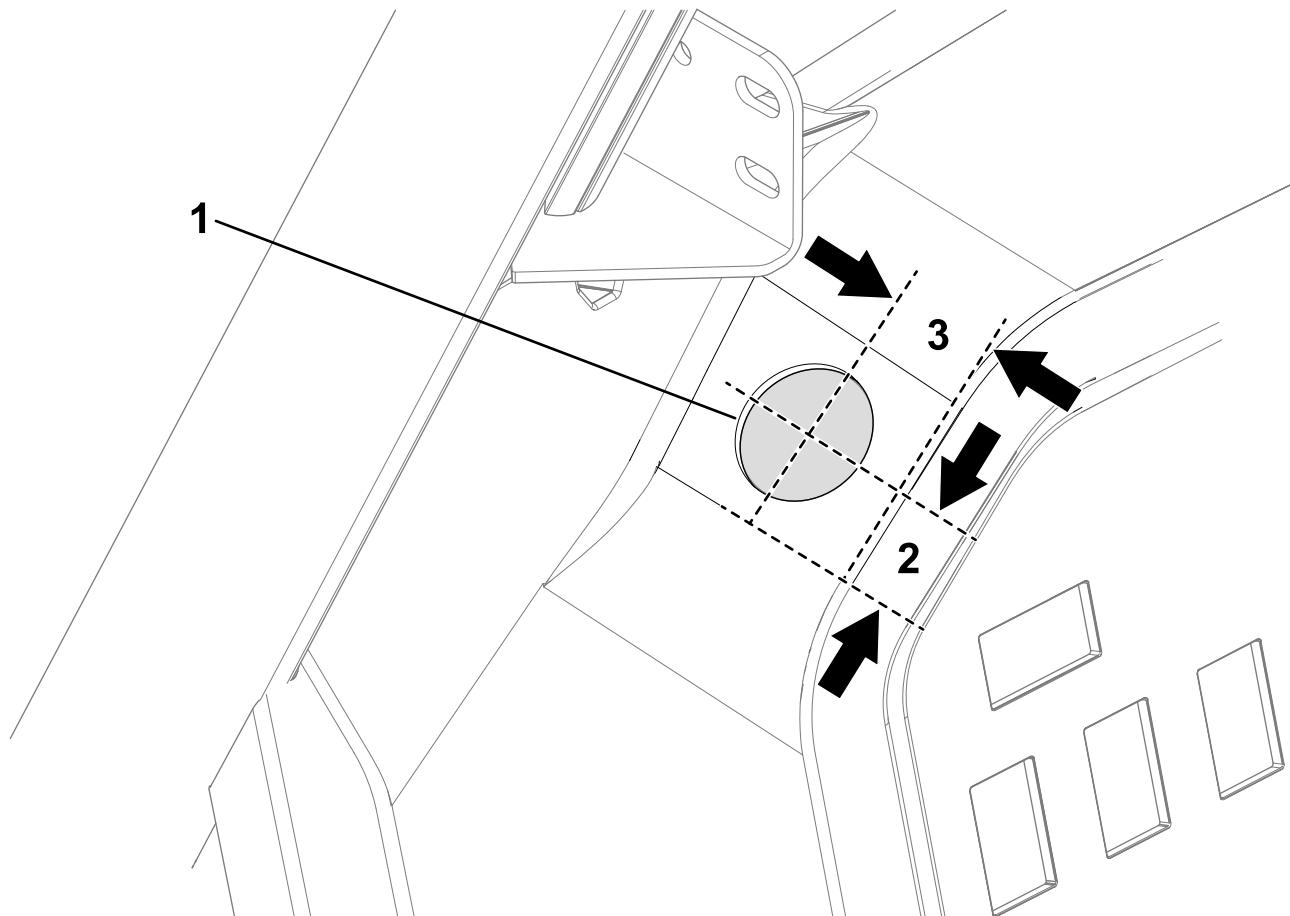

Figura 11
1. Utilizando as dimensões em Figura 11, faça um furo com 38 mm de diâmetro no painel de instrumentos.